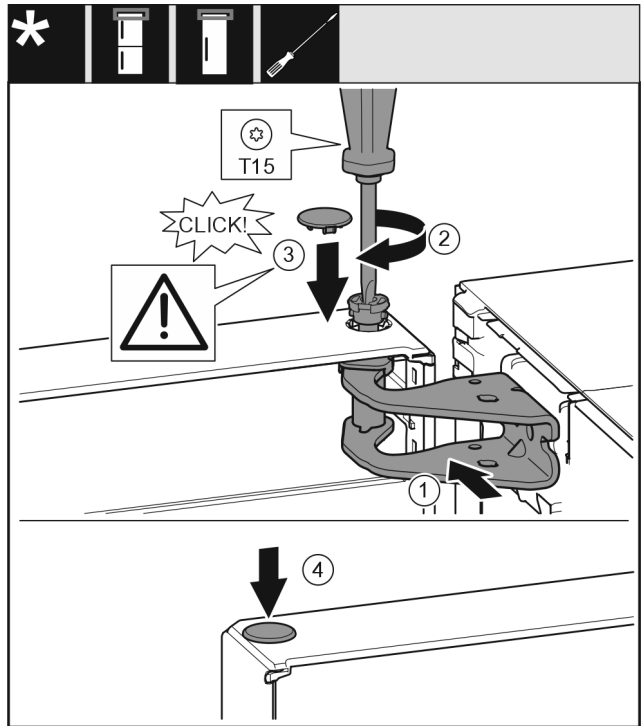

Fig. 56
- ▶ Igazítsa be az ajtót fent a csapágybak Fig. 56 (1) nyílásához.
- ▶ Helyezze be a csapszeget Fig. 56 (2), és húzza meg csavarhúzóval.
- ▶ Helyezze be a fedelet Fig. 56 (3).
- ▶ Ellenőrizze, hogy a fedél Fig. 56 (3) felfekszik-e az ajtóra.
- ▶ Helyezze be a fedelet Fig. 56 (4).